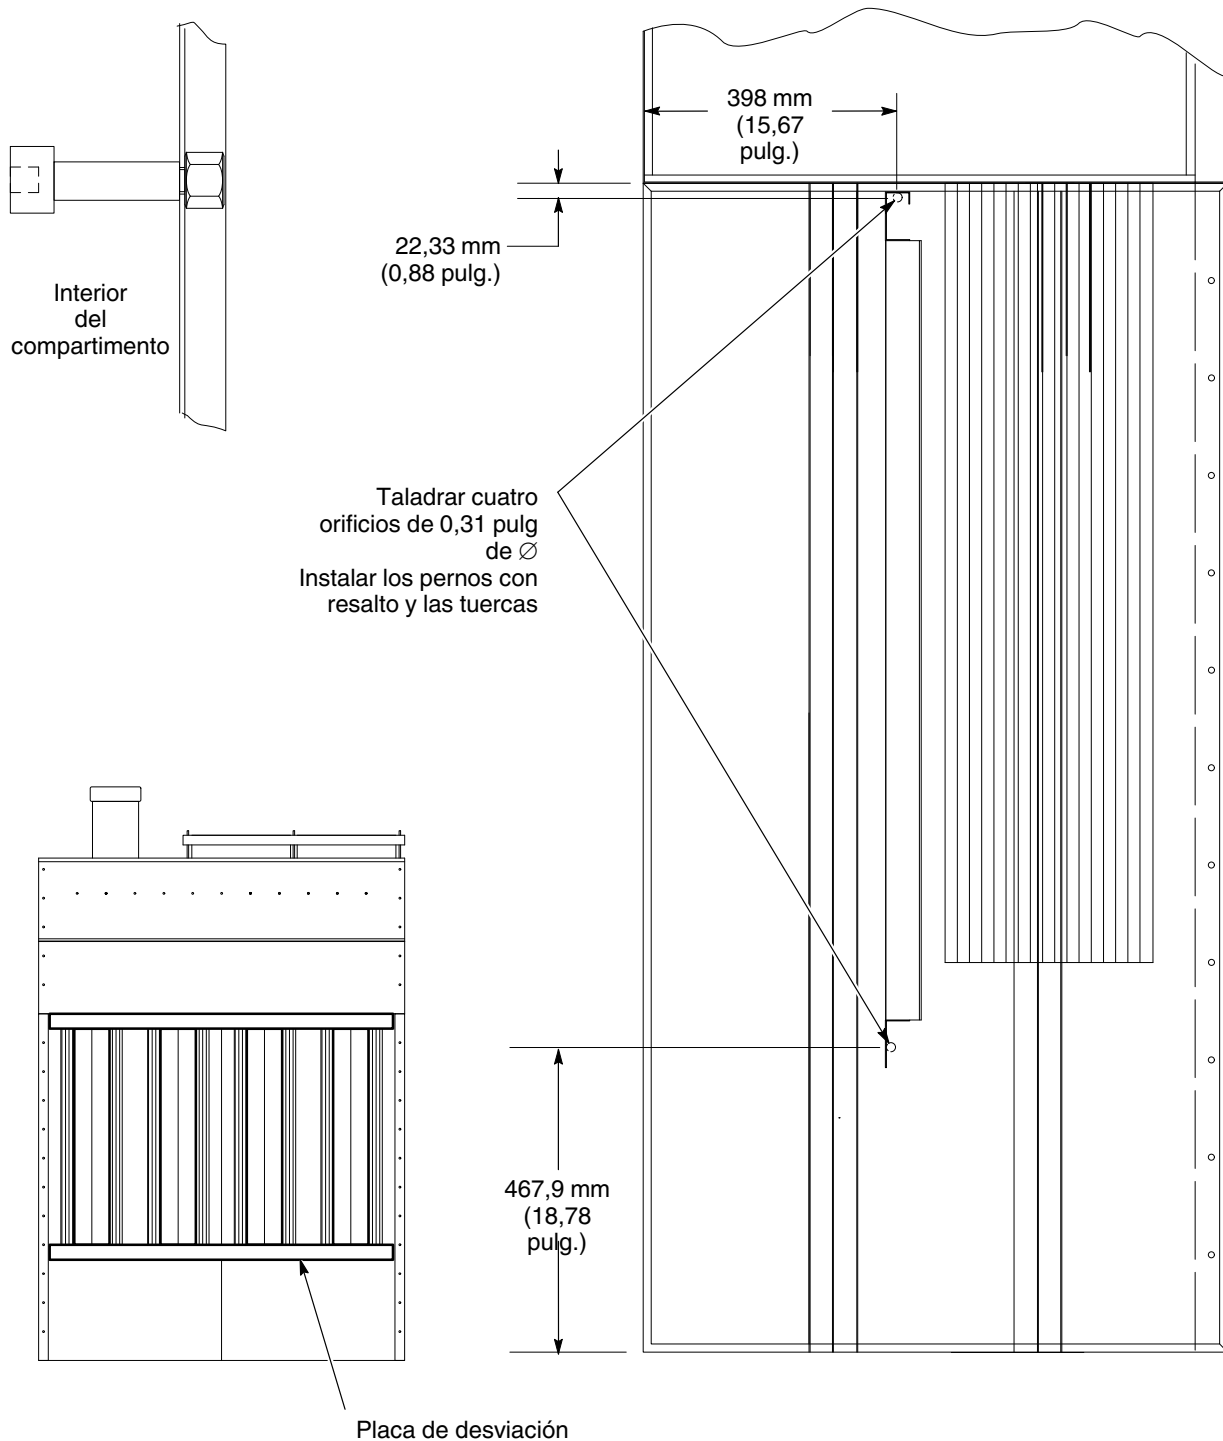

Figura 11 Instalación de la placa de desviación
1. Taladrar cuatro orificios de 0,31 diámetro en las paredes laterales, tal y como se muestra en la figura 11.